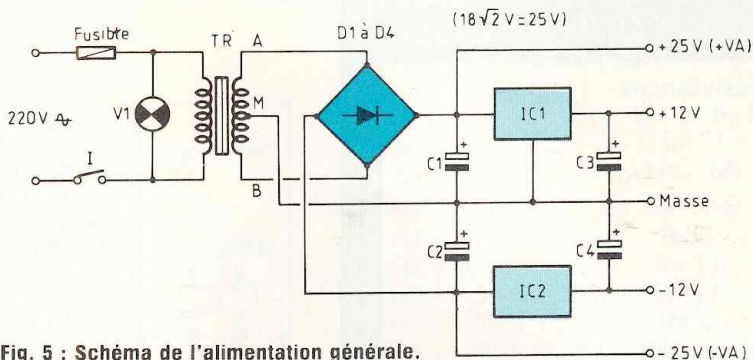

Fig. 5 : Schéma de l'alimentation générale.
– Pour le circuit de puissance, il nous faut  $\pm 25 \text{ V} / 2 \text{ A}$ . Le schéma correspondant est donné en figure 5. Un transformateur de  $2 \times 18 \text{ V} / 2 \text{ A}$  attache un pont de Graëtz formé par D1 à